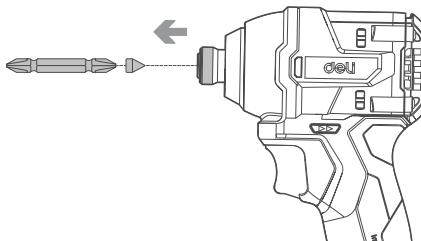

Figura B2
- Al instalar la punta, tire del manguito en dirección de la flecha e inserte el accesorio de punta y la punta hasta el extremo más profundo del manguito. Luego suelte el manguito para asegurar la punta. (Véase la Figura B2)